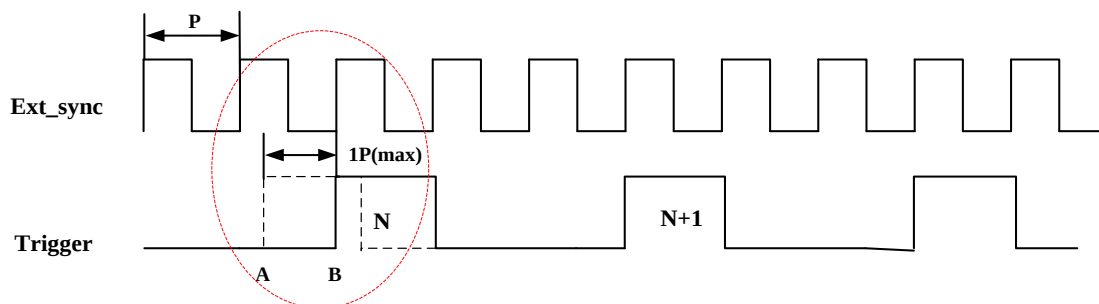

图 4-27 交流抗闪烁功能对抓拍响应时间的影响
- 交流抗闪烁功能会增加抓拍响应时间。如图 4-27 所示：当摄像机接收到触发信号后，需要将触发信号与交流电信号进行同步，因此，摄像机对触发信号的响应时间最坏情况下会增加 10ms（全波）或者 20ms（半波）的延迟。